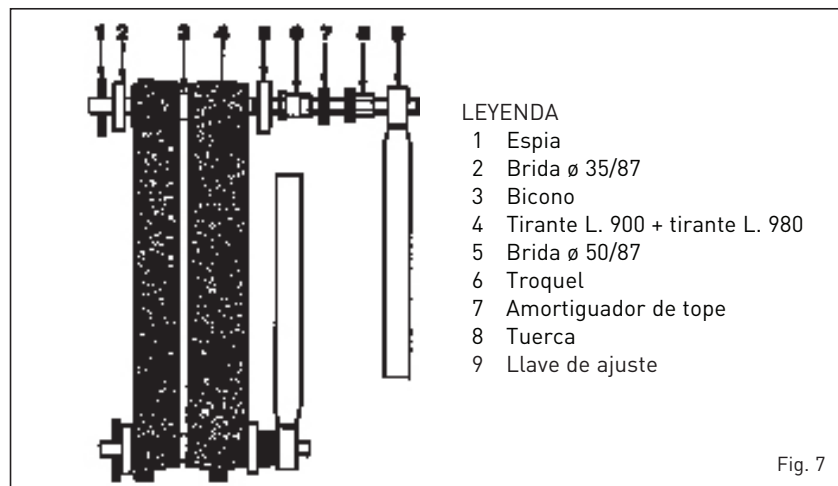

Fig. 7
- ensamblar los elementos con el apósito kit formado por una pareja de tirantes para el ensamblaje con los relativos accesorios cód. 6050900 (fig. 7) aplicando la presión simultáneamente sobre el bicono superior y sobre el inferior. Si acaso, durante la operación, la unión de los elementos no resultara uniforme y paralela, meter el formón en la parte más cerrada y, haciendo presión, llevar al mismo nivel las dos piezas que hay que unir. La unión de dos elementos se considera realizada en el momento en que los bordes externos de los elementos hacen contacto;